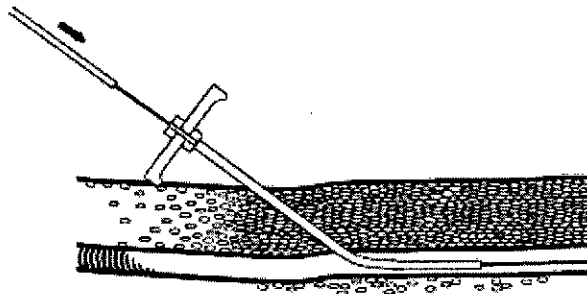

Fig. 4
7. Introduzca el catéter sobre la guía en el interior de la vaina hasta donde sea posible. (**Fig. 4**) **NOTA:** Los 7 cm finales del catéter insertable no pasarán a través de la vaina debido al aumento del diámetro exterior.